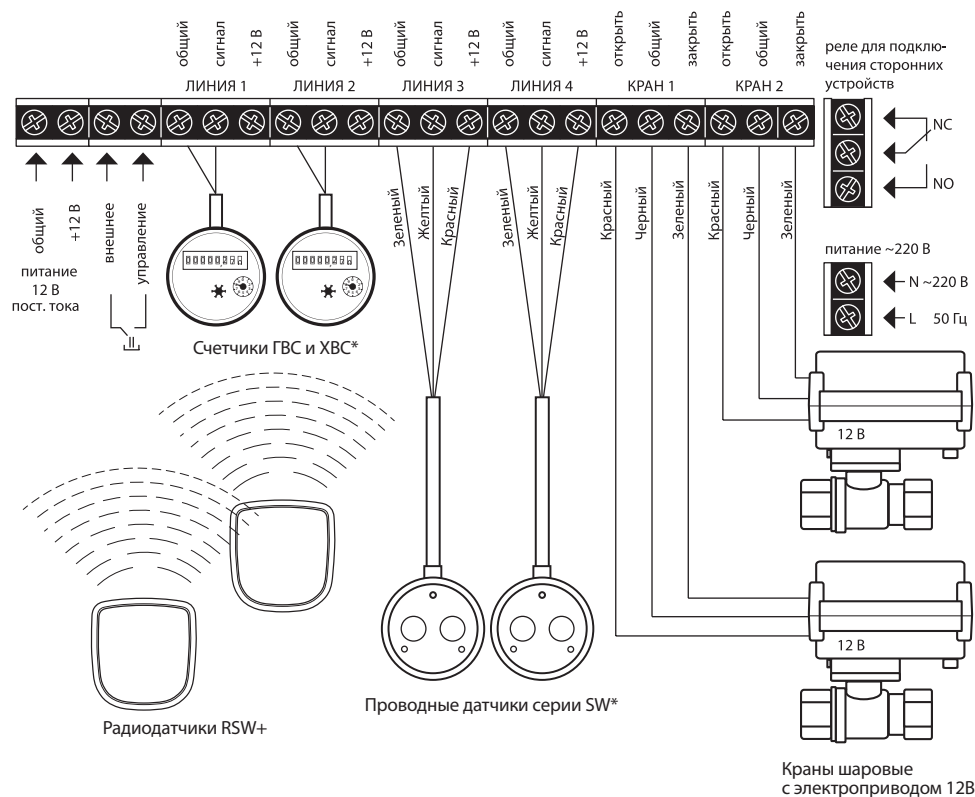
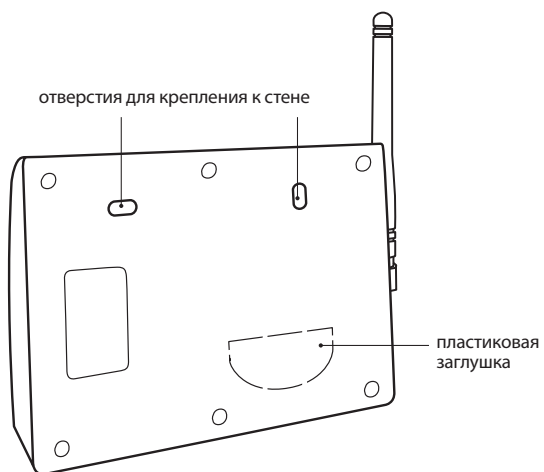

Рис. 27. Схема подключения модуля управления ProW+ WiFi.
Рис. 29. Вид модуля управления ProW+WiFi сзади.
- Подключение с возможностью мониторинга счетчиков учета ГВС и ХВС (см. схему подключения рис. 27).
Установку и подключение датчиков протечки воды серии SW и кранов с электроприводом, а также других исполнительных устройств выполнить в соответствии со схемой подключения (рис. 27).
Откройте крышку коммутационного отсека. Выполните подключение датчиков типа SW, проводов электропитания и кранов с электроприводами в соответствии со схемами, изображенными на рис. 27. При необходимости, для ввода проводов в коммутационный отсек удалите пластиковую заглушку, расположенную в нижней части корпуса прибора при помощи отвертки (рис. 29).